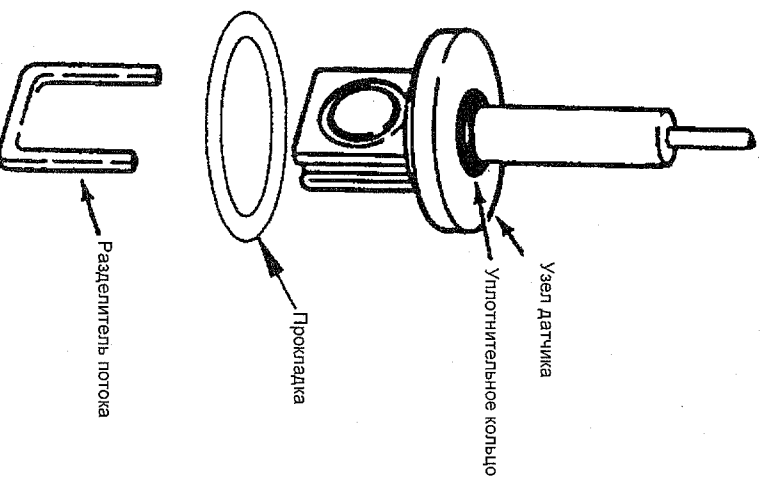

Рис. 29. Уплотнительное кольцо, датчик и разделитель потока
2. Переместите уплотнительное кольцо на проводом датчика на горловину датчика. См. рис. 29.
Переместите уплотнительное кольцо над проводом датчика на его горловину. См. рис. 29.